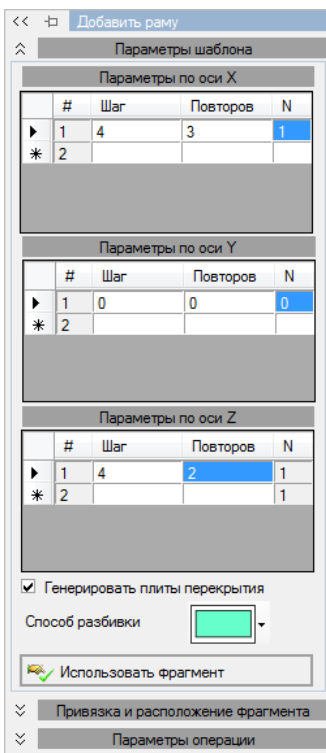

Рис. 134. Задание параметров расчетной схемы
- В панели активного режима задайте параметры рамы (рис. 134).